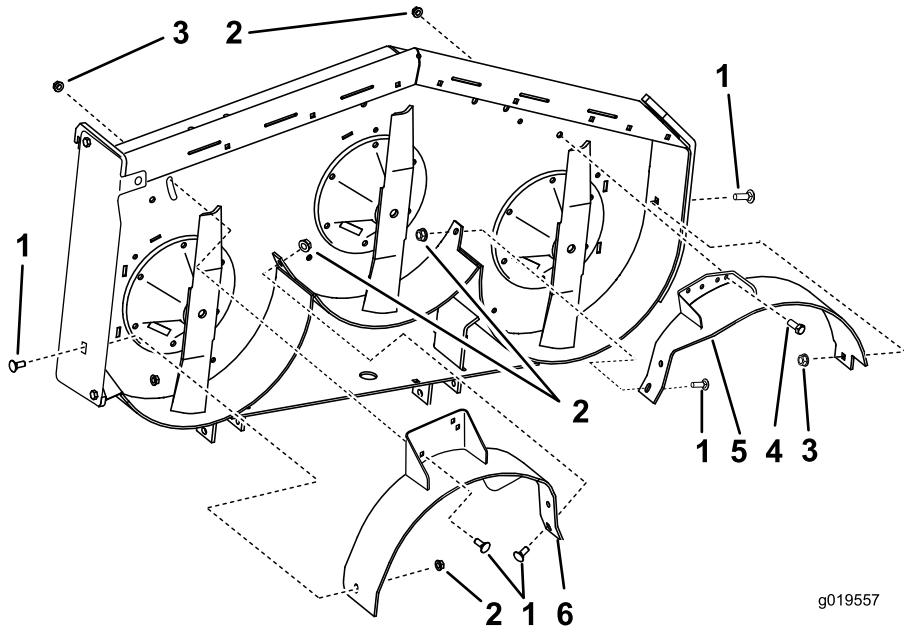
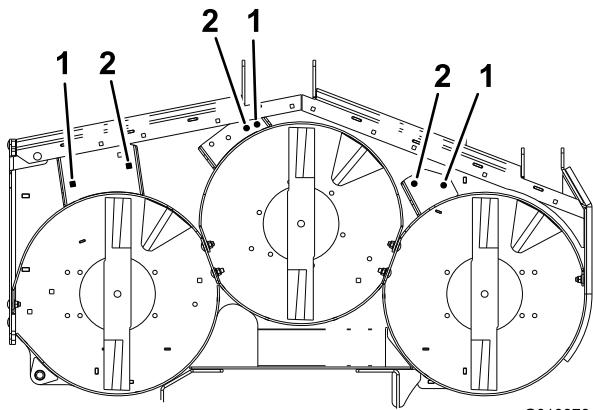
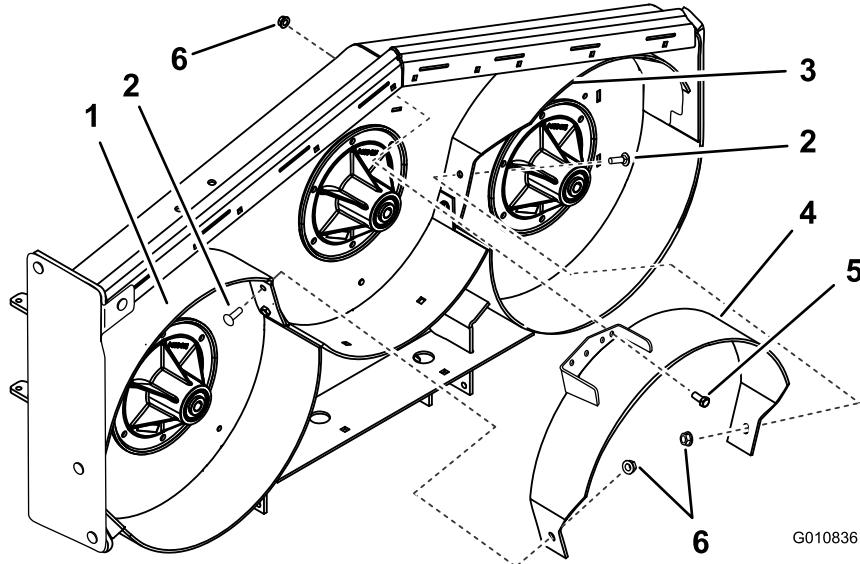

Figura 12
Figura 13
Figura 14
pulgada) y una tuerca con arandela prensada (arandela pequeña) (3/8 pulgada) (Figura 12).
3. Sujete provisionalmente el deflector derecho a la parte superior de la carcasa de corte con un perno de cuello cuadrado (3/8 x 1 pulgada) y una tuerca con arandela prensada (arandela grande) (3/8 pulgada) (Figura 12). Consulte en Figura 13 los taladros correctos a utilizar y la posición de los deflectores.
4. Sujete provisionalmente el deflector derecho a la carcasa de corte con un perno de cuello cuadrado (3/8 x 1 pulgada) y una tuerca con arandela prensada (arandela pequeña) (3/8 pulgada) (Figura 12).
6. Sujete provisionalmente el deflector izquierdo a la parte superior de la carcasa de corte con 1 perno (3/8 x 1 pulgada) y una tuerca con arandela prensada (arandela pequeña) (3/8 pulgada) (Figura 12). Consulte en Figura 13 los taladros correctos a utilizar y la posición de los deflectores.
7. Sujete provisionalmente el deflector izquierdo a la carcasa de corte con un perno de cuello cuadrado (3/8 x 1 pulgada) y una tuerca con arandela prensada (arandela pequeña) (3/8 pulgada) (Figura 12).
8. Sujete provisionalmente el deflector izquierdo al lateral de la carcasa de corte con un perno de cuello cuadrado (3/8 x 1 pulgada) y una tuerca con arandela prensada (arandela pequeña), (3/8 pulgada) (Figura 12).
- 10. Sujete provisionalmente el deflector central al deflector izquierdo con 1 perno de cuello cuadrado (3/8 x 1 pulgada) y una tuerca con arandela prensada (arandela pequeña), (3/8 pulgada) (Figura 14). Consulte en Figura 13 los taladros correctos a utilizar y la posición de los deflectores.
- 11. Sujete provisionalmente el deflector central al deflector derecho con 1 perno de cuello cuadrado (3/8 x 1 pulgada) y una tuerca con arandela prensada (arandela pequeña), (3/8 pulgada) (Figura 14).
- 12. Sujete provisionalmente el deflector central a la parte superior de la carcasa de corte con un perno (3/8 x 1 pulgada) y una tuerca con arandela prensada (3/8 pulgada) (arandela pequeña) (Figura 14).